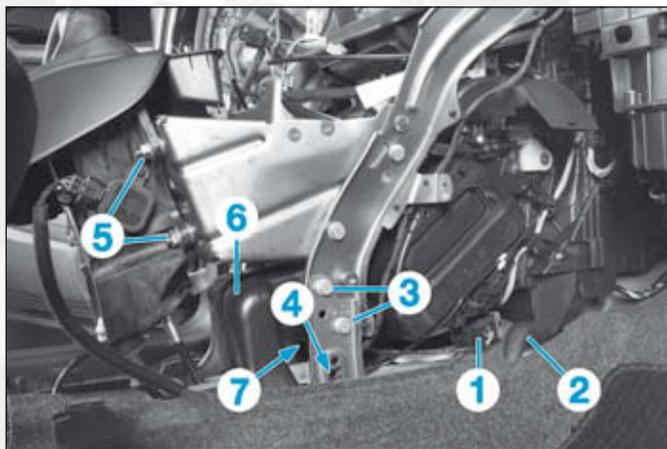

FIG.9
- Débrancher le connecteur (1) (Fig.9).
- Désaccoupler le tuyau (2) d'évacuation de la condensation.